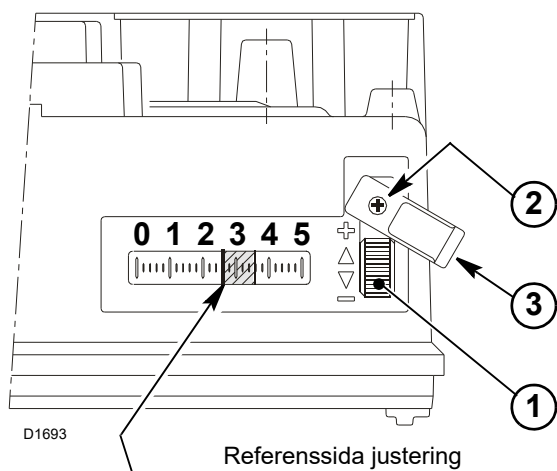

Fig. 20
Justera spjället genom att vrida på vredet 1)(Fig. 20) efter att ha lossat skruven lätt 2) och vridit på skyddet 3)(Fig. 20).
- När justeringen är utförd, sätt tillbaka skyddet 3) korrekt och skruva fast skruven 2)(Fig. 20).
- I Fig. 20 visas en justering av luftspjället till ett flöde på 2,1 kg/h (skåra 2,6).